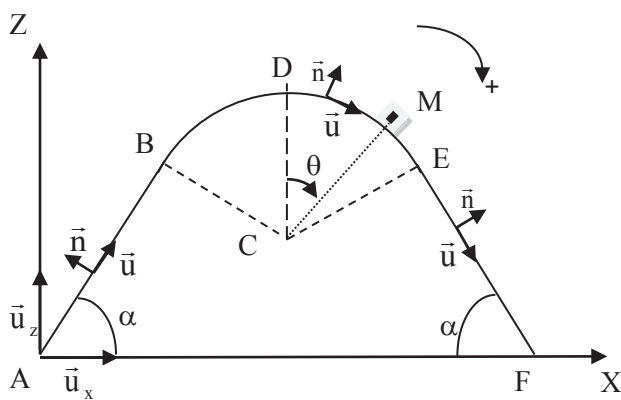

Figure 2
À chaque point de la piste, on associe un vecteur unitaire tangent (\vec{u}) et normal (\vec{n}) (**figure 2**).
- une force normale $\vec{N} = N\vec{n}$ avec $N > 0$, \vec{n} étant la normale sortante de la piste (**figure 2**) ;
- M se déplace sur la piste représentée **figure 2** : cette piste est contenue dans le plan XAZ du repère terrestre (A, \vec{u}_x , \vec{u}_z), \vec{u}_x étant horizontal et \vec{u}_z étant la verticale ascendante ;